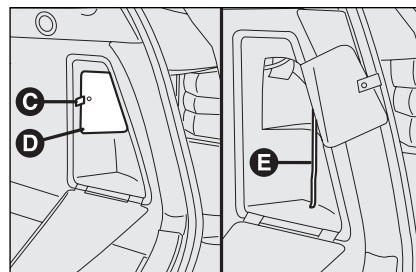

fig. 131
- ☐ tire de la patilla **C-fig. 131** para abrir la segunda tapa **D**;